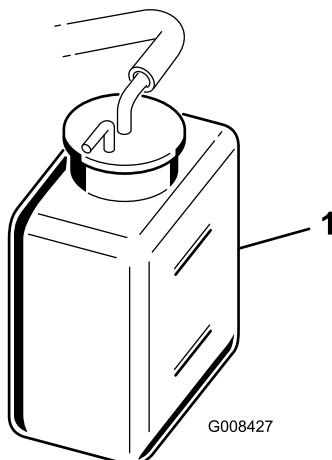

Figura 32
2. Controllate il livello del refrigerante (Figura 32). Quando il motore è freddo, il livello dovrebbe trovarsi tra le linee presenti sul serbatoio di riserva.